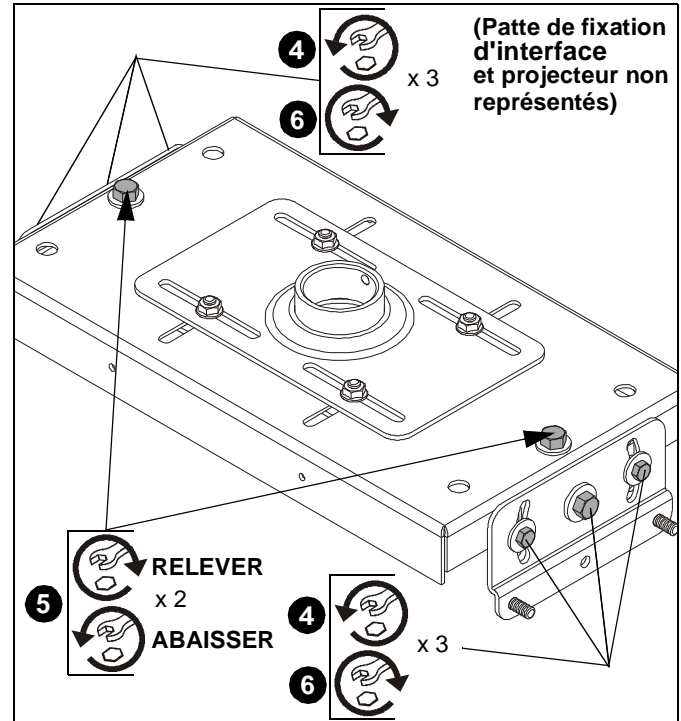

Figure 5
**Ondulation (inclinaison horizontale)** (Voir la Figure 5)